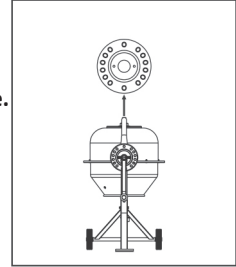

Fig.16
- Stocker et transporter l'appareil dans la position décrite à la Fig. 16.